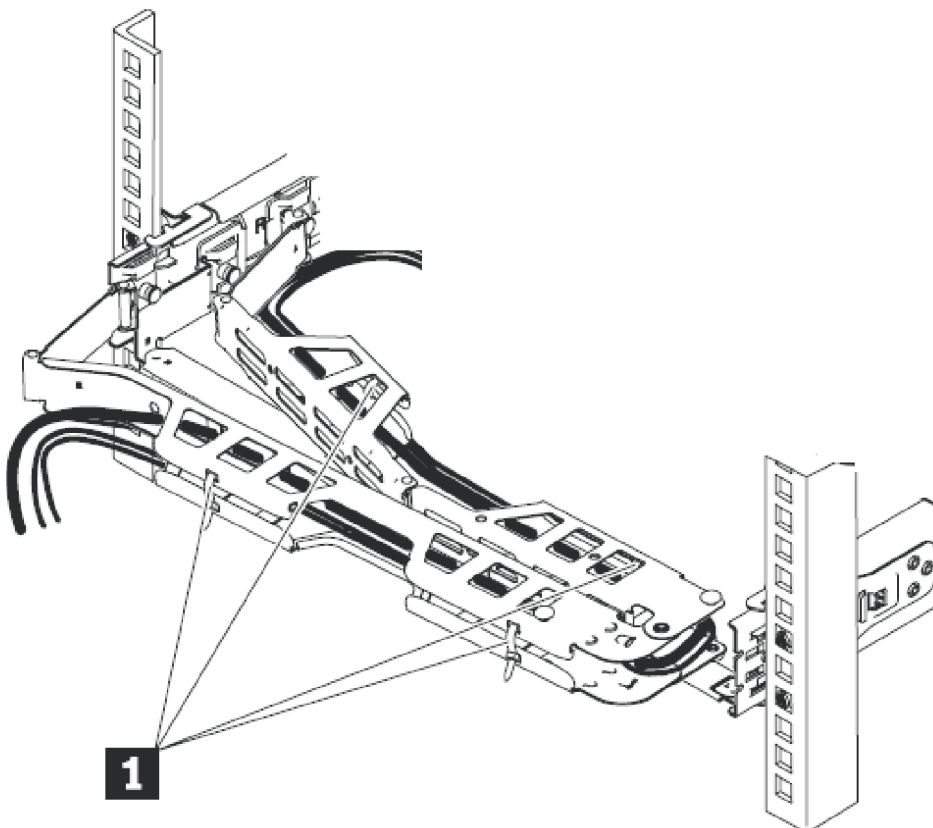

Figura 19. Removendo os cabos do suporte para organização de cabos
- b. Libere os cabos e os cabos de energia do suporte para organização de cabos, conforme mostrado por **1** em Figura 19.